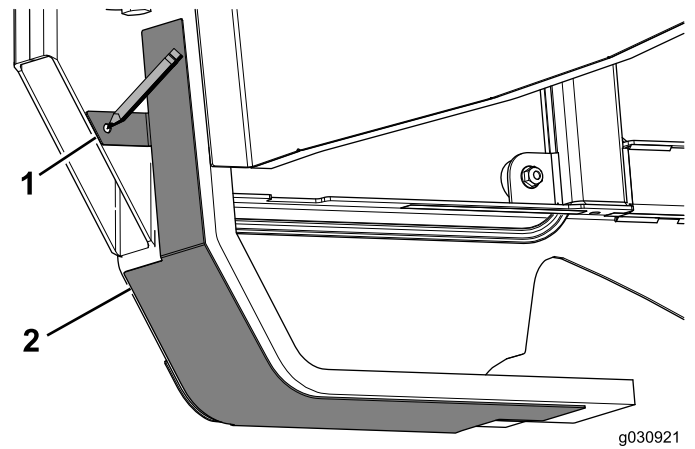

Figura 27
3. Localize e faça um furo grande o suficiente para o parafuso (1/4 x 3/4 pol.) para prender a patilha ao conjunto do painel (Figura 27).